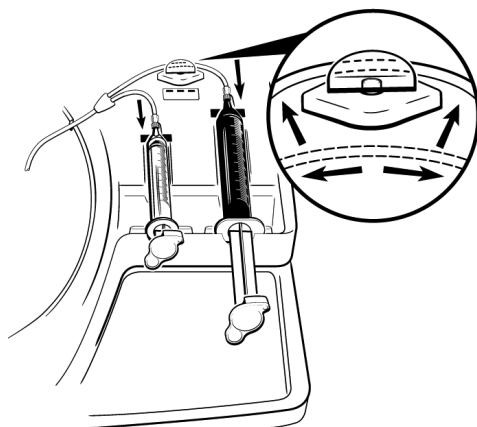

Figura 8. Estensione del tubo della siringa 2 e scorrimento fino alla valvola di arresto.
22. Tirare delicatamente il tubo collegato alla siringa 2 e farlo scorrere completamente fino all'apertura della valvola di arresto (vedere la Figura 8).